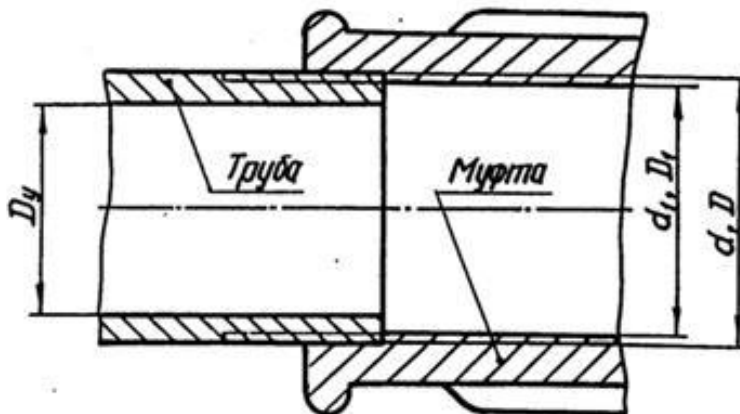

Рис. 5
- номинальный наружный диаметр резьбы условно принимают равным внутреннему диаметру трубы, на которой нарезается резьба (рис. 5).